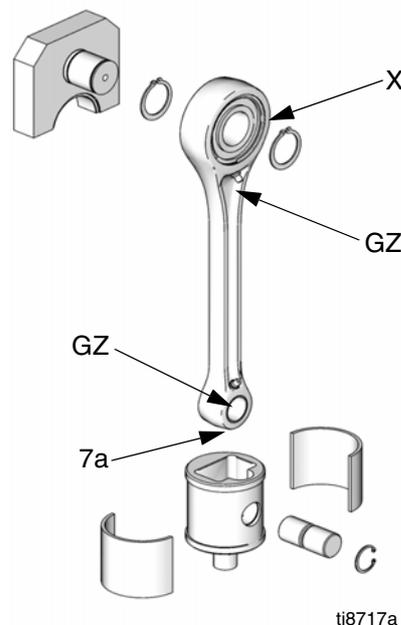

FIG. 9. Lubrifique o rolamento do pino do punho a cada 6 meses
Consulte a FIG. 9. A cada 6 meses, lubrifique o rolamento do pino (7A) do punho da biela com 1 aplicação (1 cm3) de graxa 107411 ou equivalente, usando uma graxeira (GZ). Substitua os rolamentos do pino do punho anualmente. Solicite o Kit de substituição dos pinos do punho para lubrificar os rolamentos eixo de cames 255216. (X) anualmente, com graxeira (GZ).
**OBSERVAÇÃO:** Poderão ser ouvidos cliques baixos durante a operação do motor. Isto é normal e é devido às folgas necessárias entre o acoplador (28), eixo do motor, e chaveta do motor. Se a intensidade aumentar significativamente com o tempo, pode indicar que o acoplador está desgastado e deve ser substituído. Não abra a caixa de redução. O caixa de redução não é passível de manutenção em campo além do recomendado neste manual